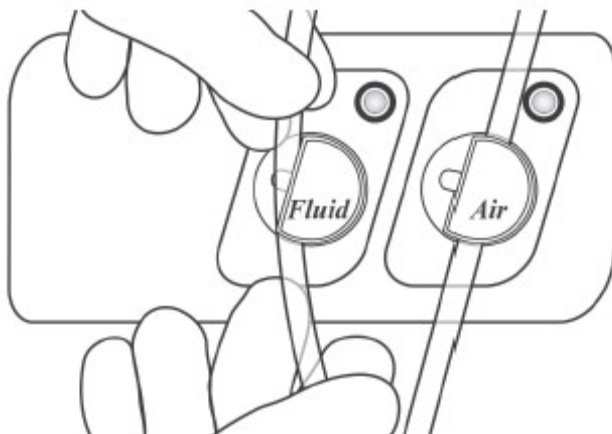

図 5-7：液体およびエアチューブをバルブに挿入する
- 5.10 コンソールの正面で、エアー／リンス用チューブを以下のようにバルブに差し込みます（図 5-7 参照）。